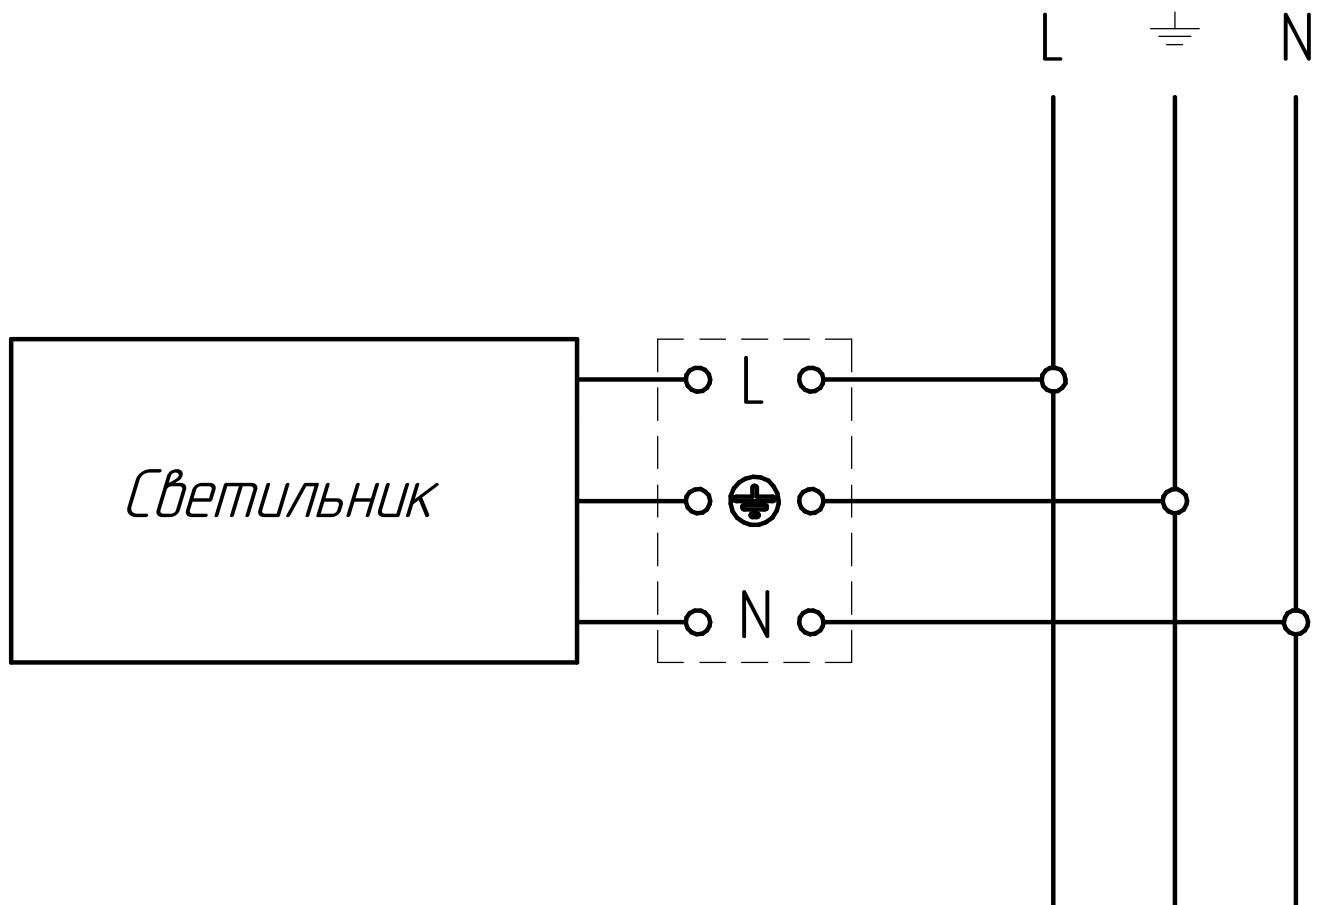

Рисунок 2 - Схема подключения светильника к электрической сети
5.4 Присоедините светильник к электрической сети (см. схему рис. 2).